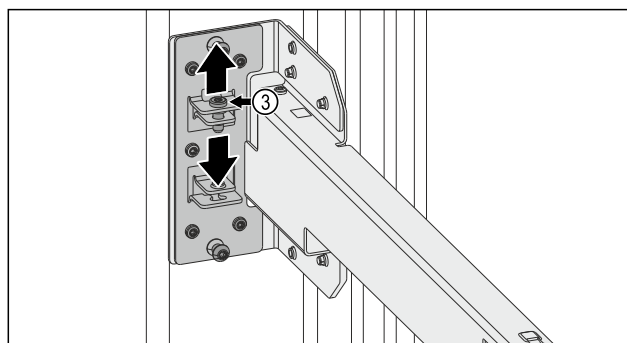

Fig. 14
- ▶ Otpustite vijak Fig. 14 (3).
- ▶ Pritegnite vijak Fig. 14 (3).